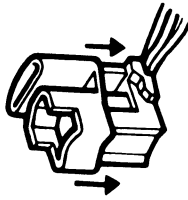

Fig: 5, Impulsgiver og indstillingsdæksel
7. Sæt indstillingsdækslet over impulsgiveren. (Se fig. 5).